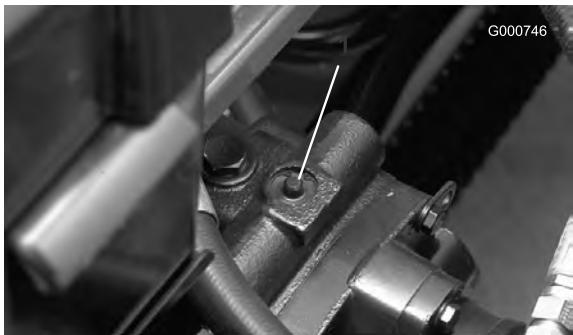

図 25
1. バイパス・バルブは可変吐出ポンプ（図 25）の上部に取り付けられている。バルブを右または左に 90° 回転させると内部でバイパスが形成される。これにより、トランスミッションを破損することなく、機械を押して低速で移動できるようになる。